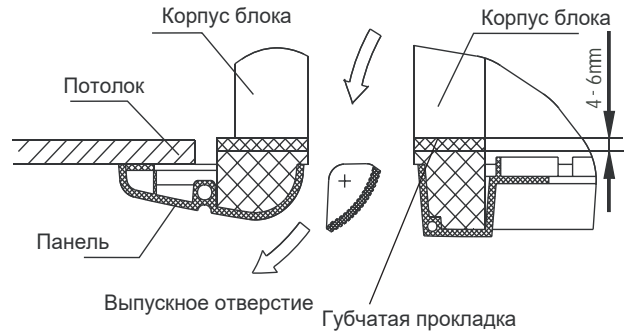

Рис.25
4. При помощи 4 болтов отрегулировать горизонтальное положение панели и затянуть болты таким образом, чтобы толщина губчатой прокладки между корпусом и панелью уменьшилась до 4-6мм (Рис.25).
6. Затянуть болты под крюками панели таким образом, чтобы толщина губчатой прокладки между корпусом и панелью уменьшилась до 4-6 мм. (Рис.25)